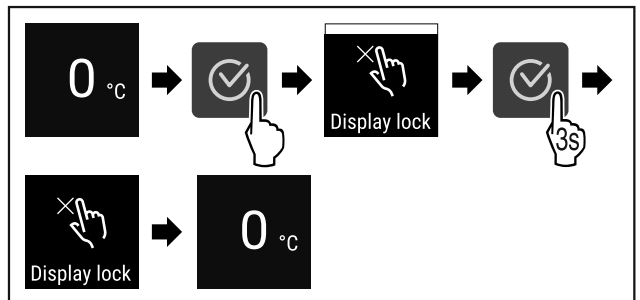

Fig. 97
- ▶ Følg anvisningene (se Fig. 97).